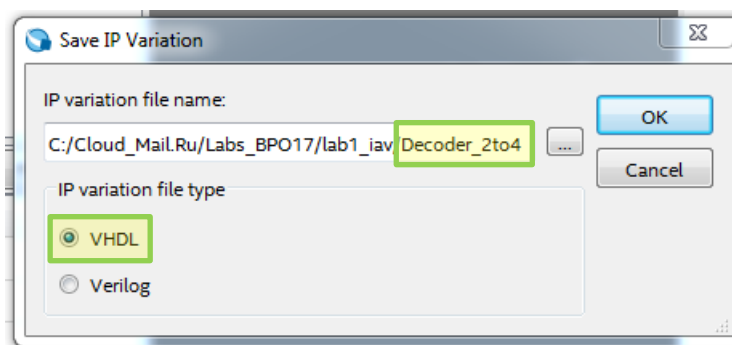

Рис. 21 Окно создания экземпляра выбранного компонента
4.10. В появившемся окне настройки задайте имя экземпляра выбранного компонента (Decoder_2to4) и укажите язык описания аппаратуры (VHDL), в коде которого он будет храниться в проекте (рис.21). Выполните **«OK»**.